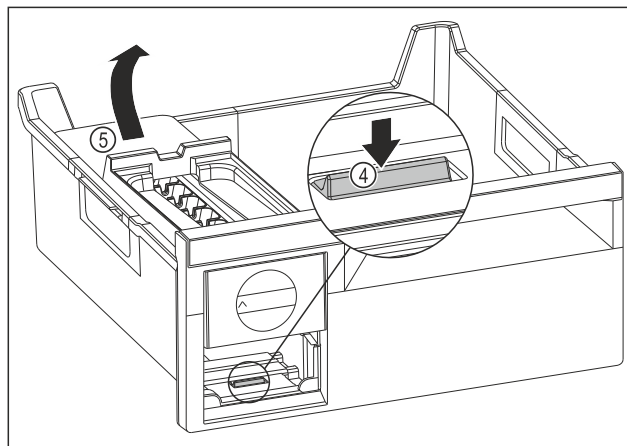

Fig. 212
- Ta ut EasyTwist-Ice-enheten: Tryck ned skenan Fig. 212 (4) med fingret och lyft samtidigt EasyTwist-Ice-enheten Fig. 212 (5) bakifrån med andra handen.